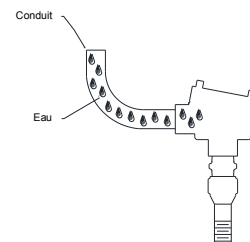
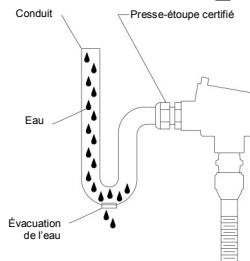

Figure 1. Incorrect
Figure 2. Correct
- Tous les appareils électriques raccordés par conduit, notamment les contacteurs GO Switch de la série 70 avec tête de raccordement, doivent être protégés contre une pénétration d'eau par le système de conduit. Un fait courant s'est produit dans la figure 1 : le système de conduit s'est rempli d'eau, ce qui peut provoquer une défaillance prématurée du contacteur au fil du temps. Dans la figure 2, la terminaison du contacteur peut être installée avec un dispositif d'entrée vissée de câble certifiée (fournie par l'utilisateur) conformément aux instructions du fabricant.